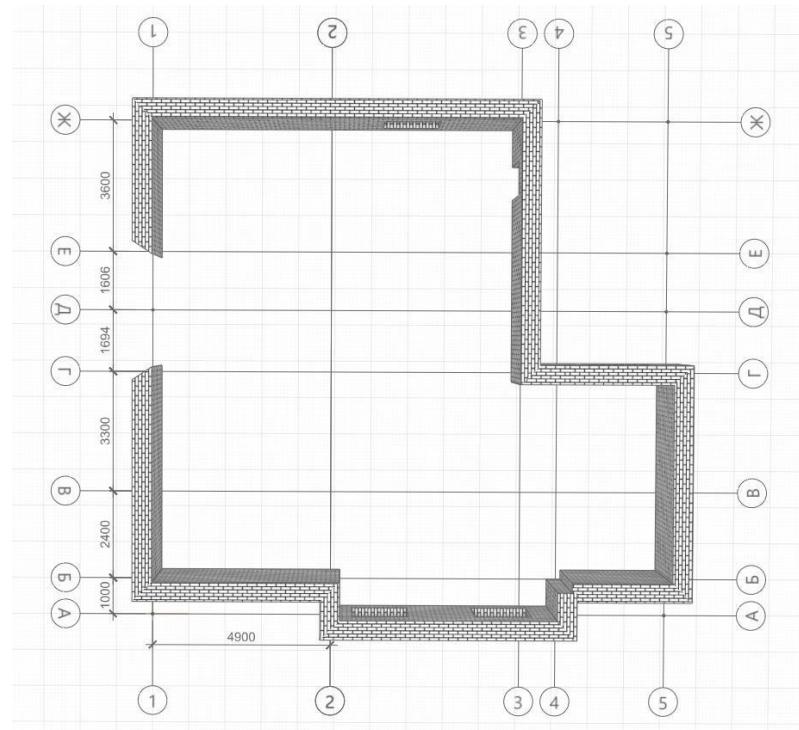

Рис. 22 Построение стен
3. Выполним построение следующих стен, как показано на картинке (рис. 22)